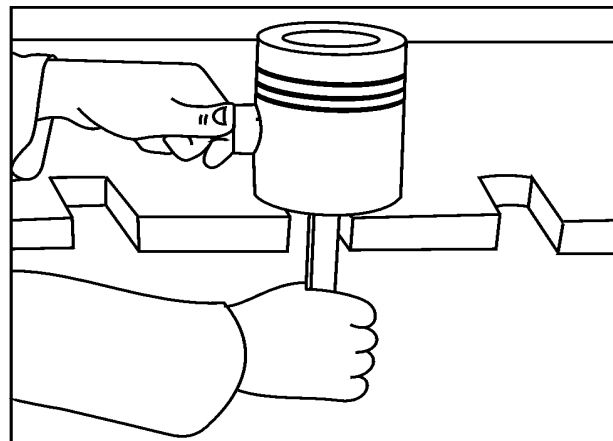

FIG 17
4. Introduza o pino manualmente **Fig. 17** e monte os anéis trava novos.